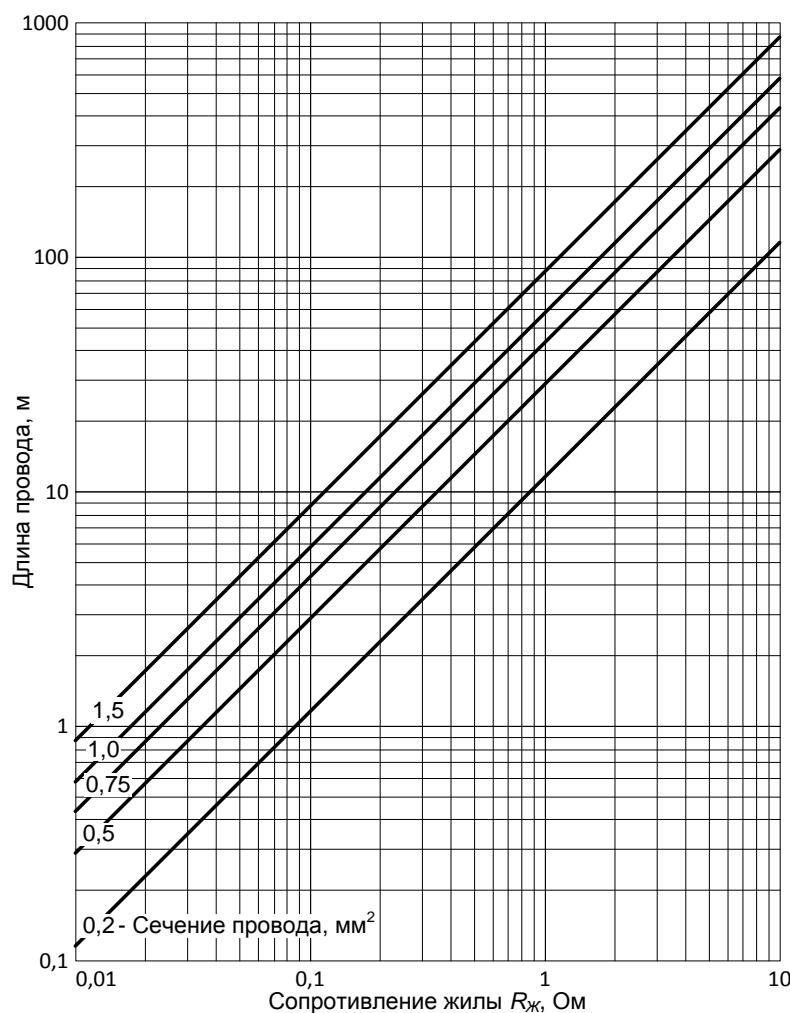

Рисунок 10
- c)** Длина соединительных проводов и их сечение выбираются исходя из полученного сопротивления $R_{ж}$. Для определения длины проводов в зависимости от сопротивления и площади сечения можно воспользоваться номограммой, приведённой на рис. 10.